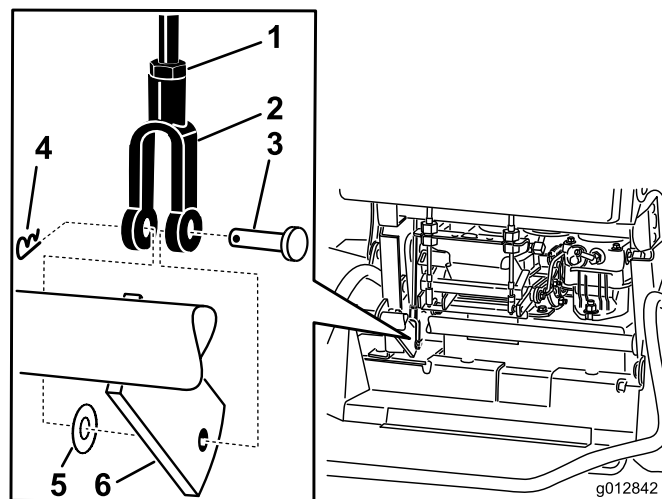

Figura 64
5. Per regolare il freno, togliete la coppiglia e il cavallotto con perno dalla leva del freno inferiore e dalla forcella (Figura 64).
6. Allentate il controdado (Figura 64).
7. Ruotate la forcella. Per serrare il freno, ruotate verso l'alto la forcella. Per allentare il freno, ruotate verso il basso la forcella (Figura 64).
8. Fissate la forcella alla leva del freno inferiore con la coppiglia e il cavallotto (Figura 64).
9. Serrate il controdado (Figura 64).